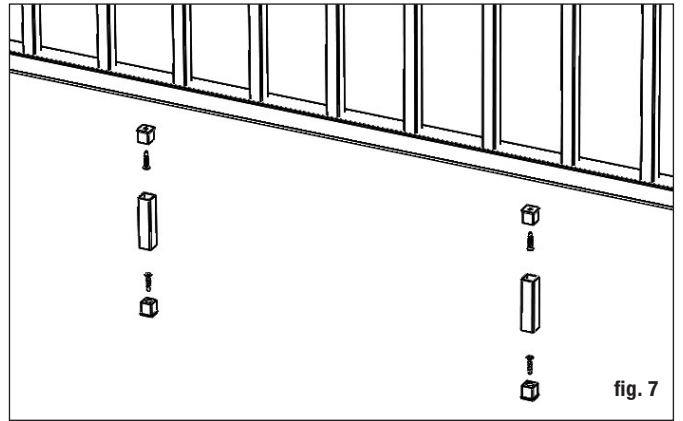

fig. 7
**Paso 6** Se necesita un soporte de riel cada 2 pies (**2 se incluyen en el kit de 6 pies, 3 en el kit de 8 pies**). Conecte los conectores de soporte del riel a la parte inferior del riel inferior a intervalos de 2 pies. Realice una perforación previa con una broca de 1/8 pulg. Fije los soportes del riel a los conectores del bloque de soporte. Marque la ubicación del soporte del riel en la superficie de la plataforma y fije el otro conector del soporte del riel a la plataforma con el tornillo incluido (fig. 7). **Para barandillas de titanio cepillado anodizado, taladre dos orificios de drenaje de 1/4 pulg. a través de la parte inferior de la barandilla para evitar atrapar agua. Centre los orificios de drenaje entre dos ubicaciones de balaustres, ya que los balaustres pueden bloquear el camino y evitar que el agua se drene correctamente.**